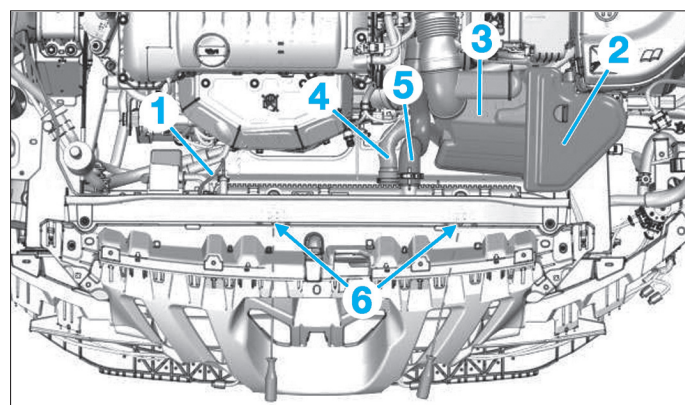
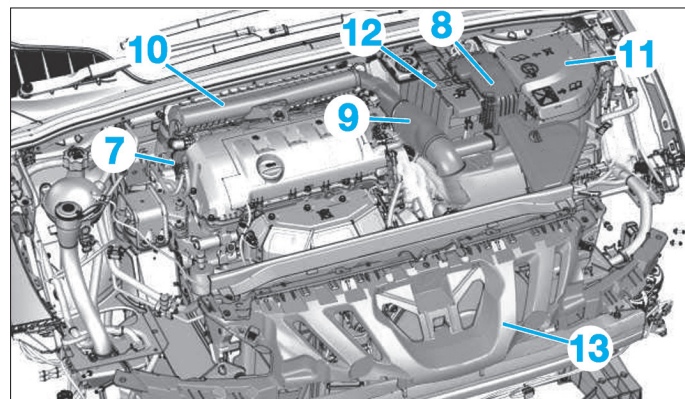

Fig. 82
Fig. 83
- Désaccoupler le tuyau de dégazage (1) (Fig.82).
- le déflecteur (2),
- le résonateur (3),
- Désaccoupler les durits de radiateur (4) et (5).
- Déposer les vis (6).
- Désaccoupler les durits d'arrivée et de retour carburant (7) (Fig.83).